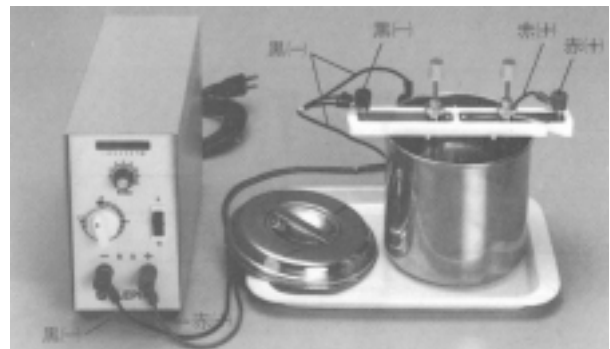

図1
3. (+) 電極棒の固定つまみをゆるめ、つまみごと (+) 電極棒をスライドさせて取り出し、クリップに研磨物を挟んでから電極ホルダーに戻し、補助電極は研磨物の中心にセットして固定つまみを締めつけて下さい。(図1参照)